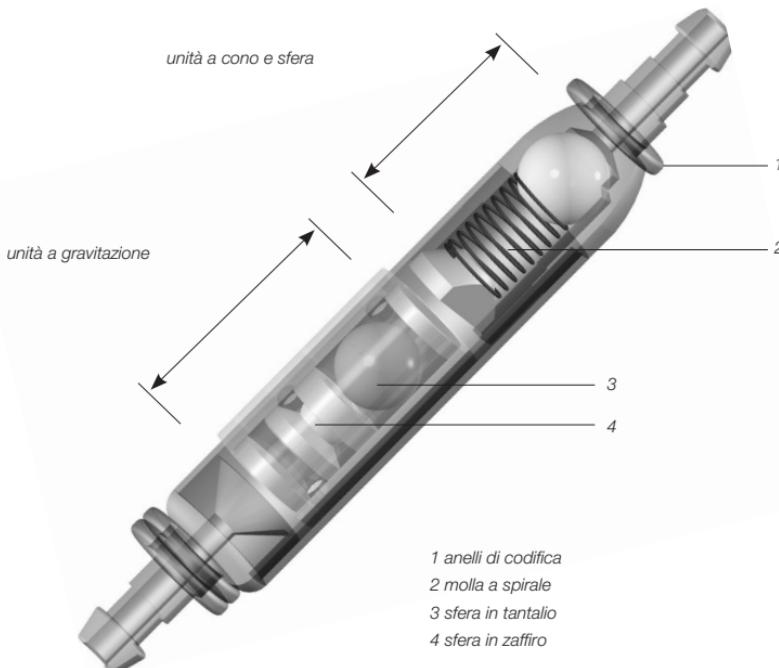

Fig. 1: Disegno schematico in sezione della paedIGAV
La Fig. 1 mostra un disegno schematico in sezione della paedIGAV. Essa è composta da una robusta custodia in titanio nella cui parte prossimale è integrata una unità a cono e sfera dalla validità sperimentata. Una molla a spirale (2) garantisce la pressione di apertura della unità a cono e sfera. La unità a gravitazione nel settore distale è composta da una sfera in tantalio (3), che determina la pressione di apertura della unità stessa e da una sfera in zaffiro (4), che ne garantisce una chiusura precisa.